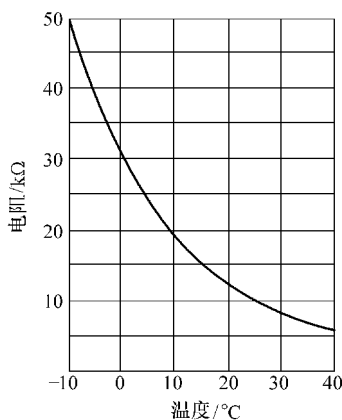

图 10-31 蒸发器温度传感器电阻值
- 4) 将电阻值读数与图 10-31 所示规定值进行比较，电阻值应该在规定范围内。